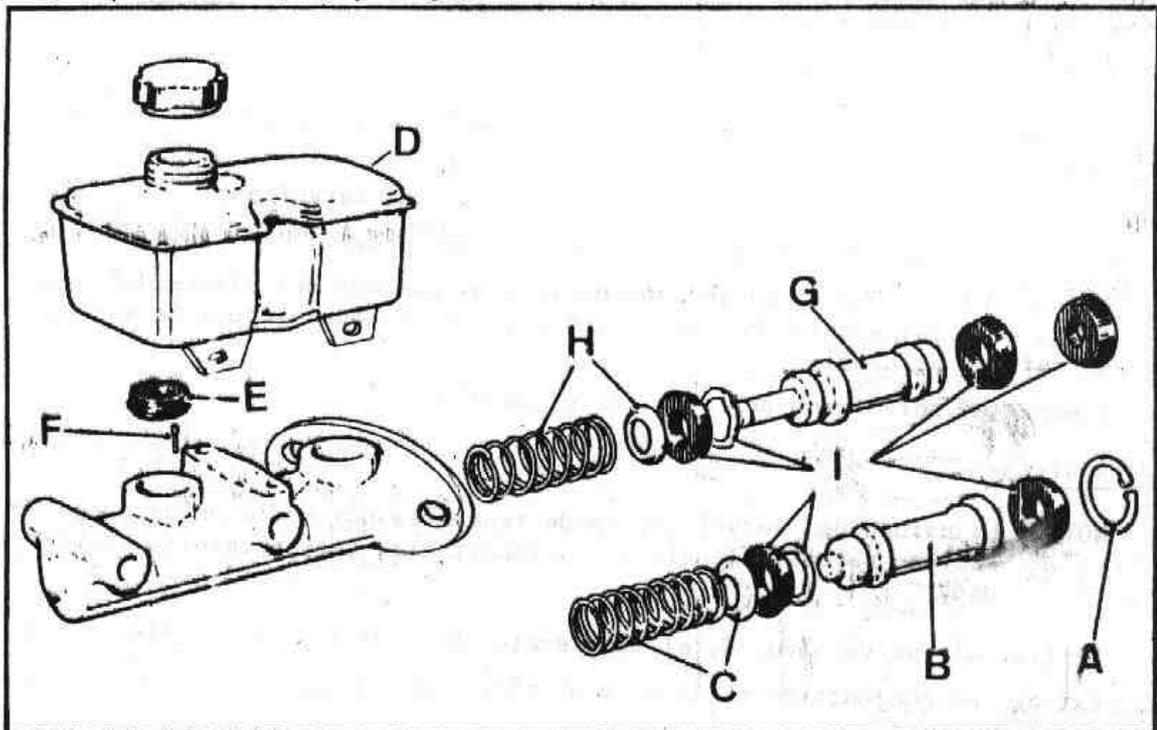

Fig. H-36 Cilindro principal (sistema de doble circuito con servofreno)
- 4.2. Quitar el fiador, A del extremo del cilindro y aplicar aire a presión suave - por la abertura de salida trasera, para expulsar el pistón primario, B, (Fig. H-36) y el muelle, C, y la guía, H.
- 6.3. Montar los retenes en el pistón secundario y en el primario, según se indica en la Fig. H-36.